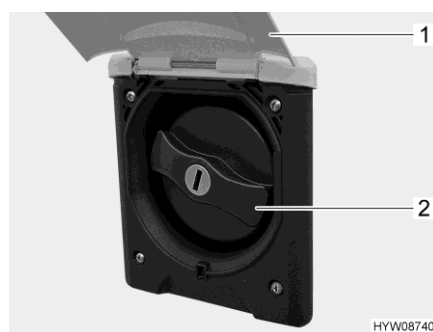

Fig. 151 Couvercle de fermeture
- Basculer le portillon extérieur (Fig. 151,1) vers le haut.
- Tourner le couvercle de fermeture de couleur bleue (Fig. 151,2) d'un quart de tour.